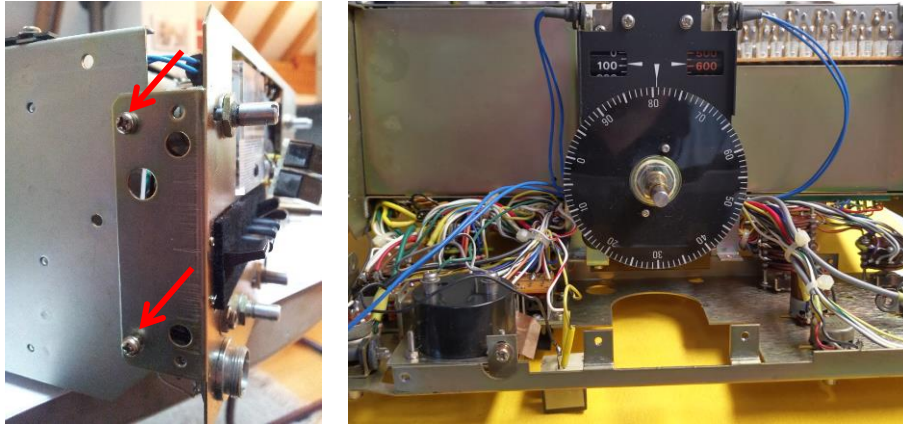

Abbildung 9
- Lösen Sie die 4 Schrauben (je zwei links und rechts) am Frontchassis und klappen Sie dieses um 90° nach vorne. Achten Sie darauf, dass keine Drähte abbrechen. (siehe Abbildung 9).